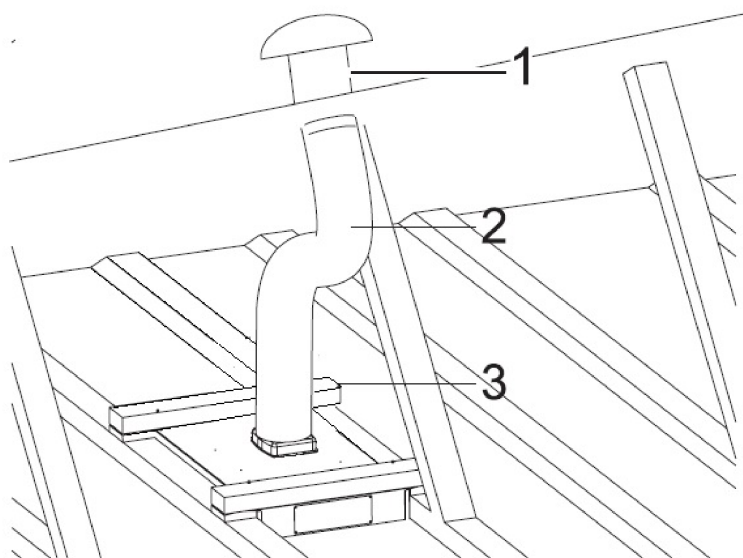

Fig. 15
5. ➤ Tilslut den ene ende af aftrækskanalen på aftræksstuden oven på emhætten og den anden ende til taghætten (læs punkt 2 under afsnittet: Larm & Støj (fra motor)\* for gode råd) (Fig. 15).